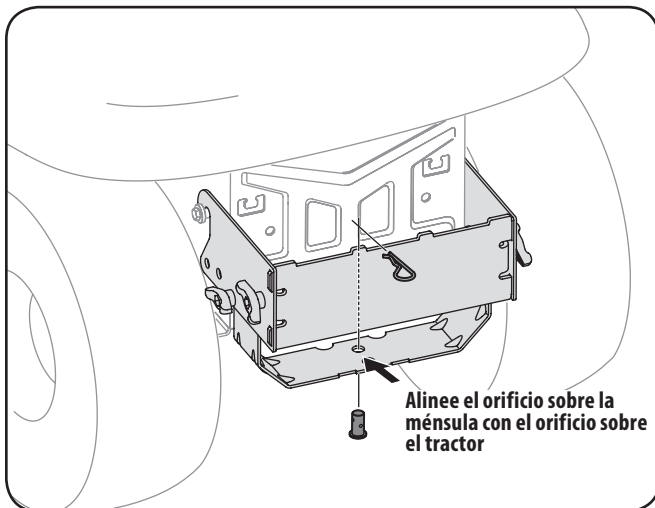

Figura 4-6
2. Instale el pasador de horquilla (711-309A) del paquete de elementos de ferretería 689-00328A en el enganche del tractor y fije con un sujetador de horquilla (714-0117). Consulte la Figura 4-6.